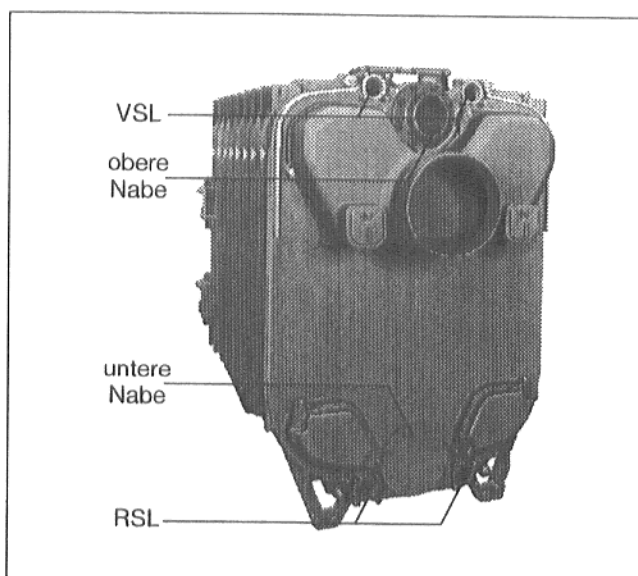

Abb. 20
- Die vor der Montage der Kesselglieder abgenommenen Muttern und Unterlegscheiben auf die Stiftschrauben an den Kesselnaben aufsetzen (Abb. 20).